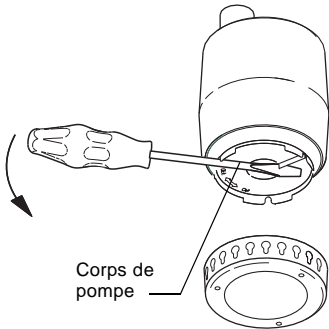

Fig. 8
2. Faire tourner le corps de pompe de 90° dans le sens anti-horaire à l'aide d'un tournevis, voir la flèche sur le corps de pompe. Retirer le corps, voir fig. 8.